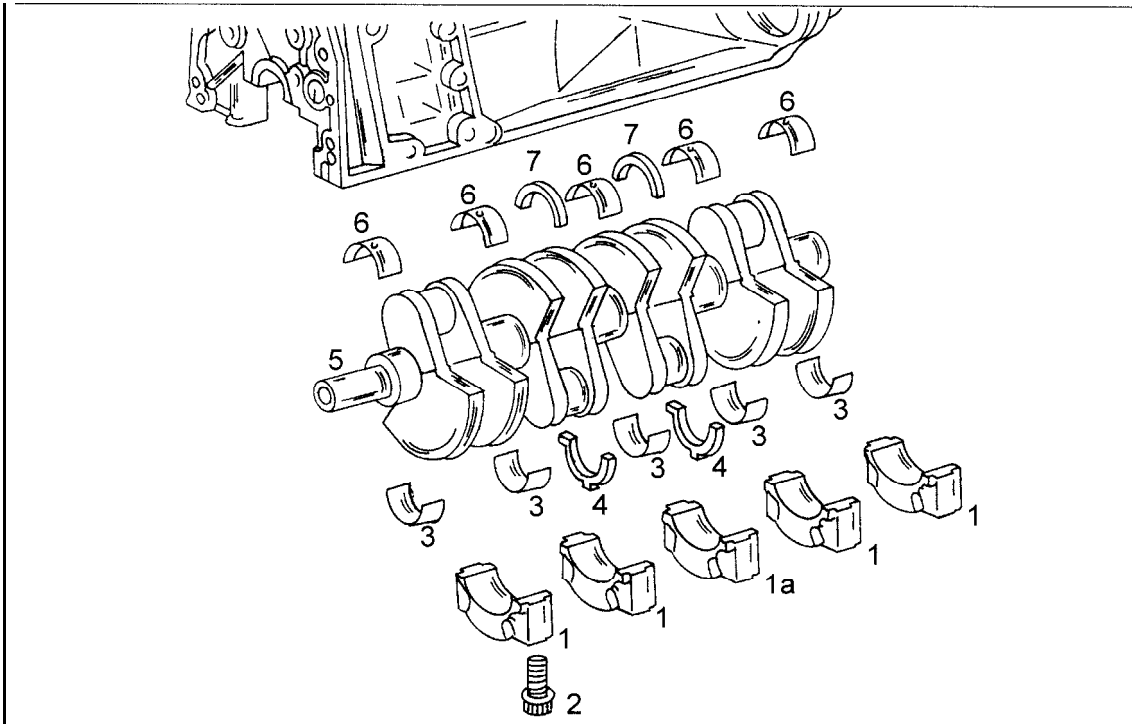
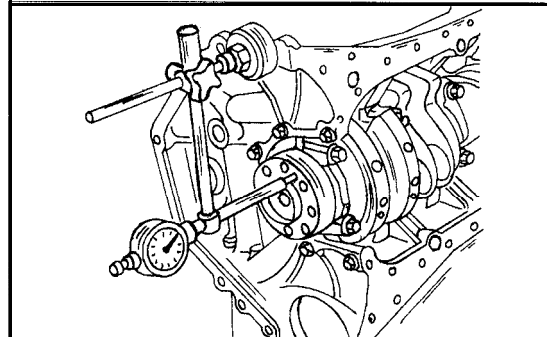

Bild 75
Bild 76
Beim Ausbau der Kurbelwelle in folgender Reihenfolge vorgehen. Bild 75 zeigt die Lagerung der Kurbelwelle.
- Eine Messuhr mit einem Ständer so vor die Vorderseite des Zylinderblocks setzen, dass der Messfinger auf dem Endzapfen der Kurbelwelle aufsteht, wie es aus Bild 76 ersichtlich ist. Mit einem Schraubenzieher die Kurbelwelle nach einer Seite drücken, die Messuhr auf Null stellen und die Welle auf die andere Seite drücken. Die Anzeige der Uhr ist das Axialspiel der Kurbelwelle und ist für den späteren Zusammenbau aufzuschreiben. Wenn es mehr als 0,30 mm beträgt, muss dies bei der Montage berücksichtigt werden. Das mittlere Lager ist mit zwei Anlaufscheiben links und zwei rechts versehen (oben und unten, siehe Bild 75), um das Axialspiel aufzunehmen. Falls dieses zu gross ist, können neue Scheiben eingebaut werden, jedoch muss auf beiden Seiten die gleiche Scheibenstärke verwendet werden.